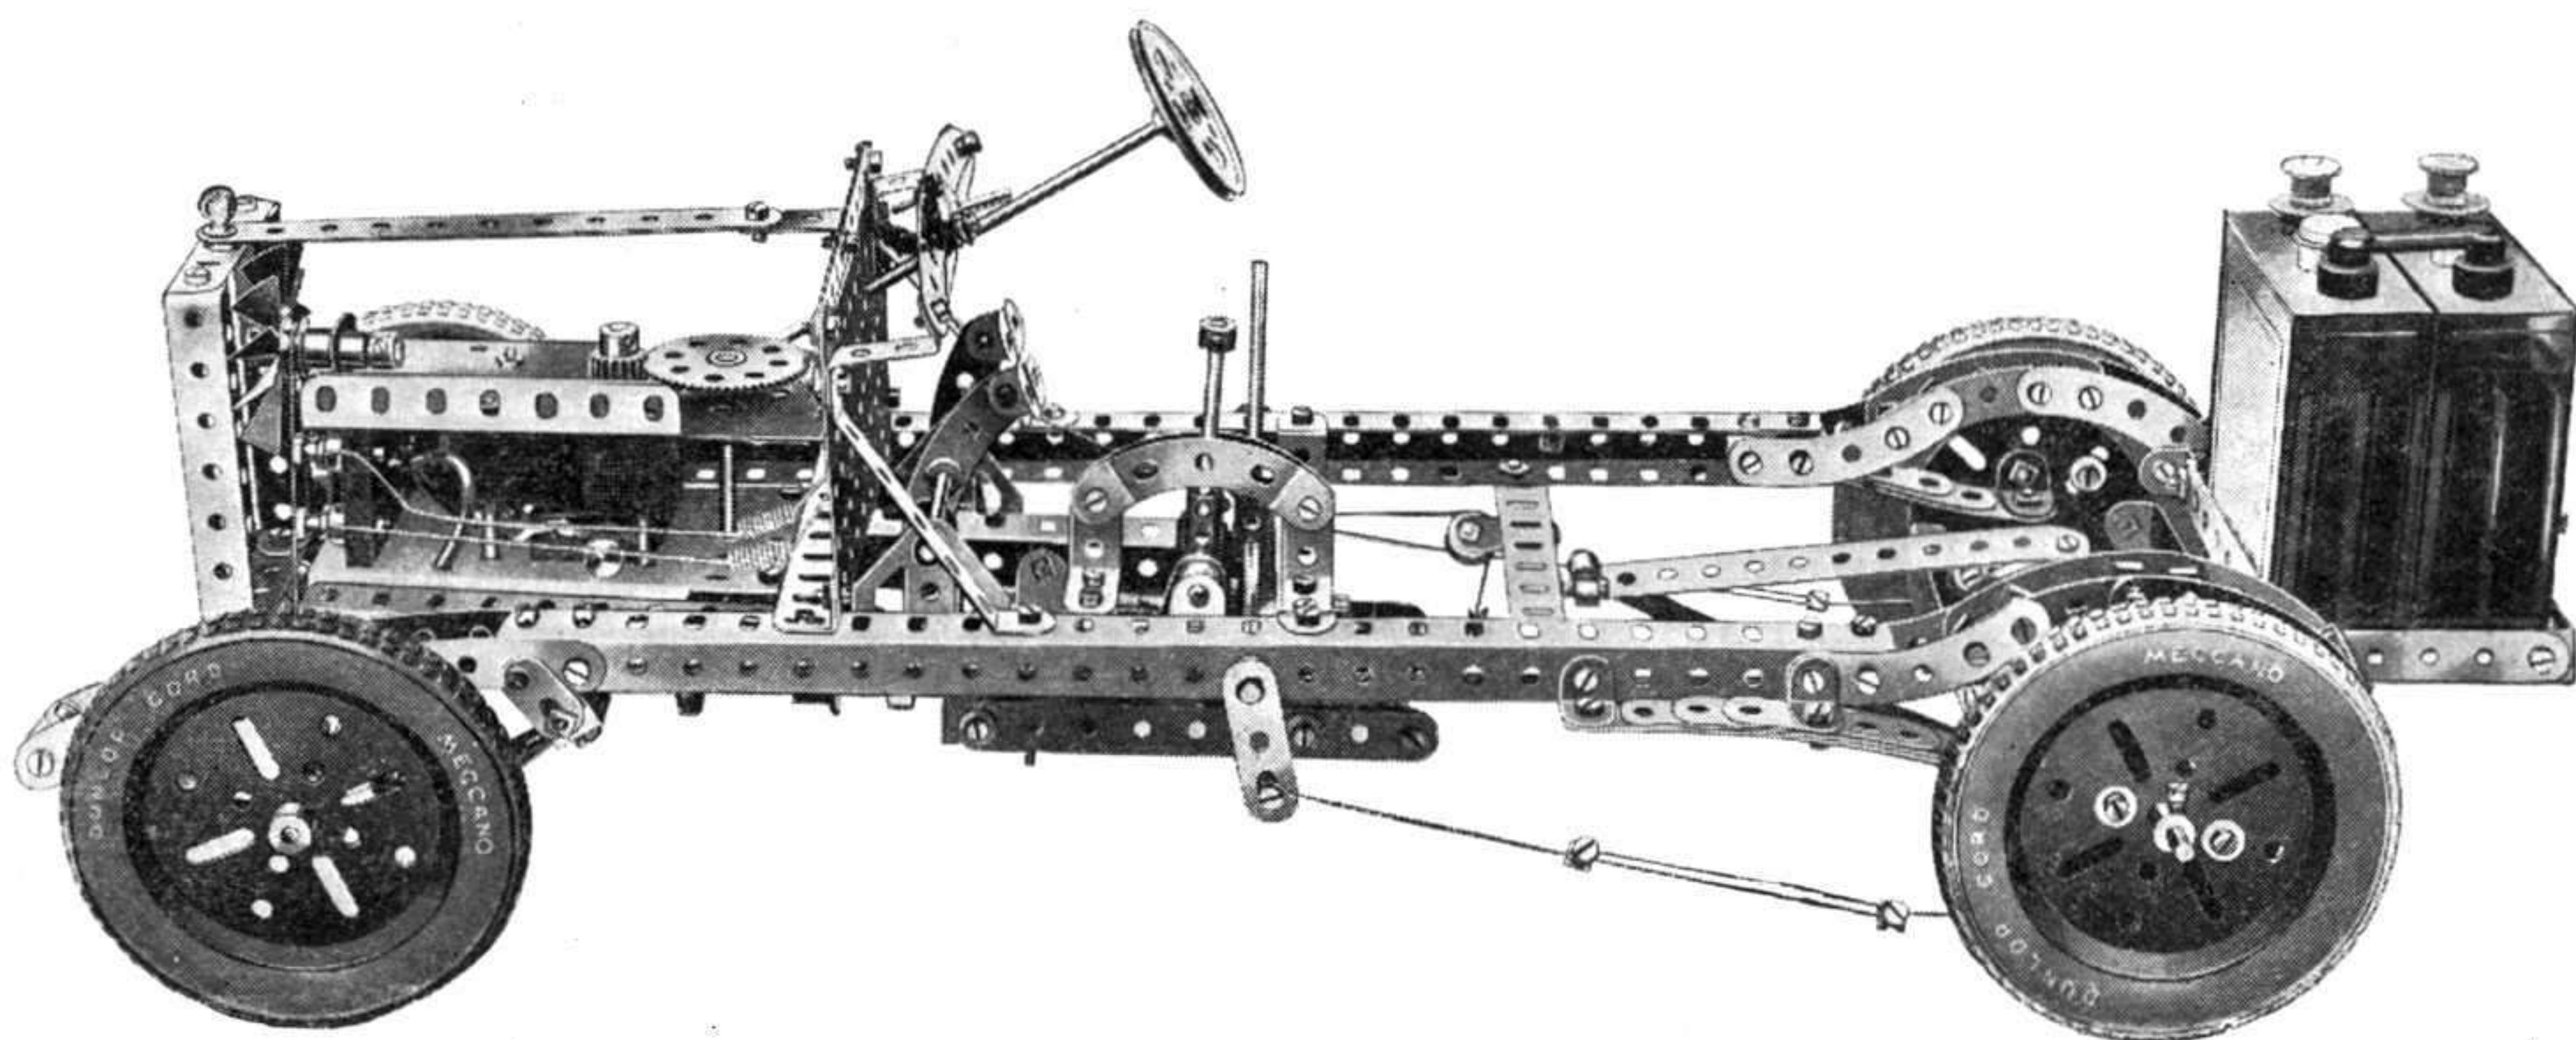
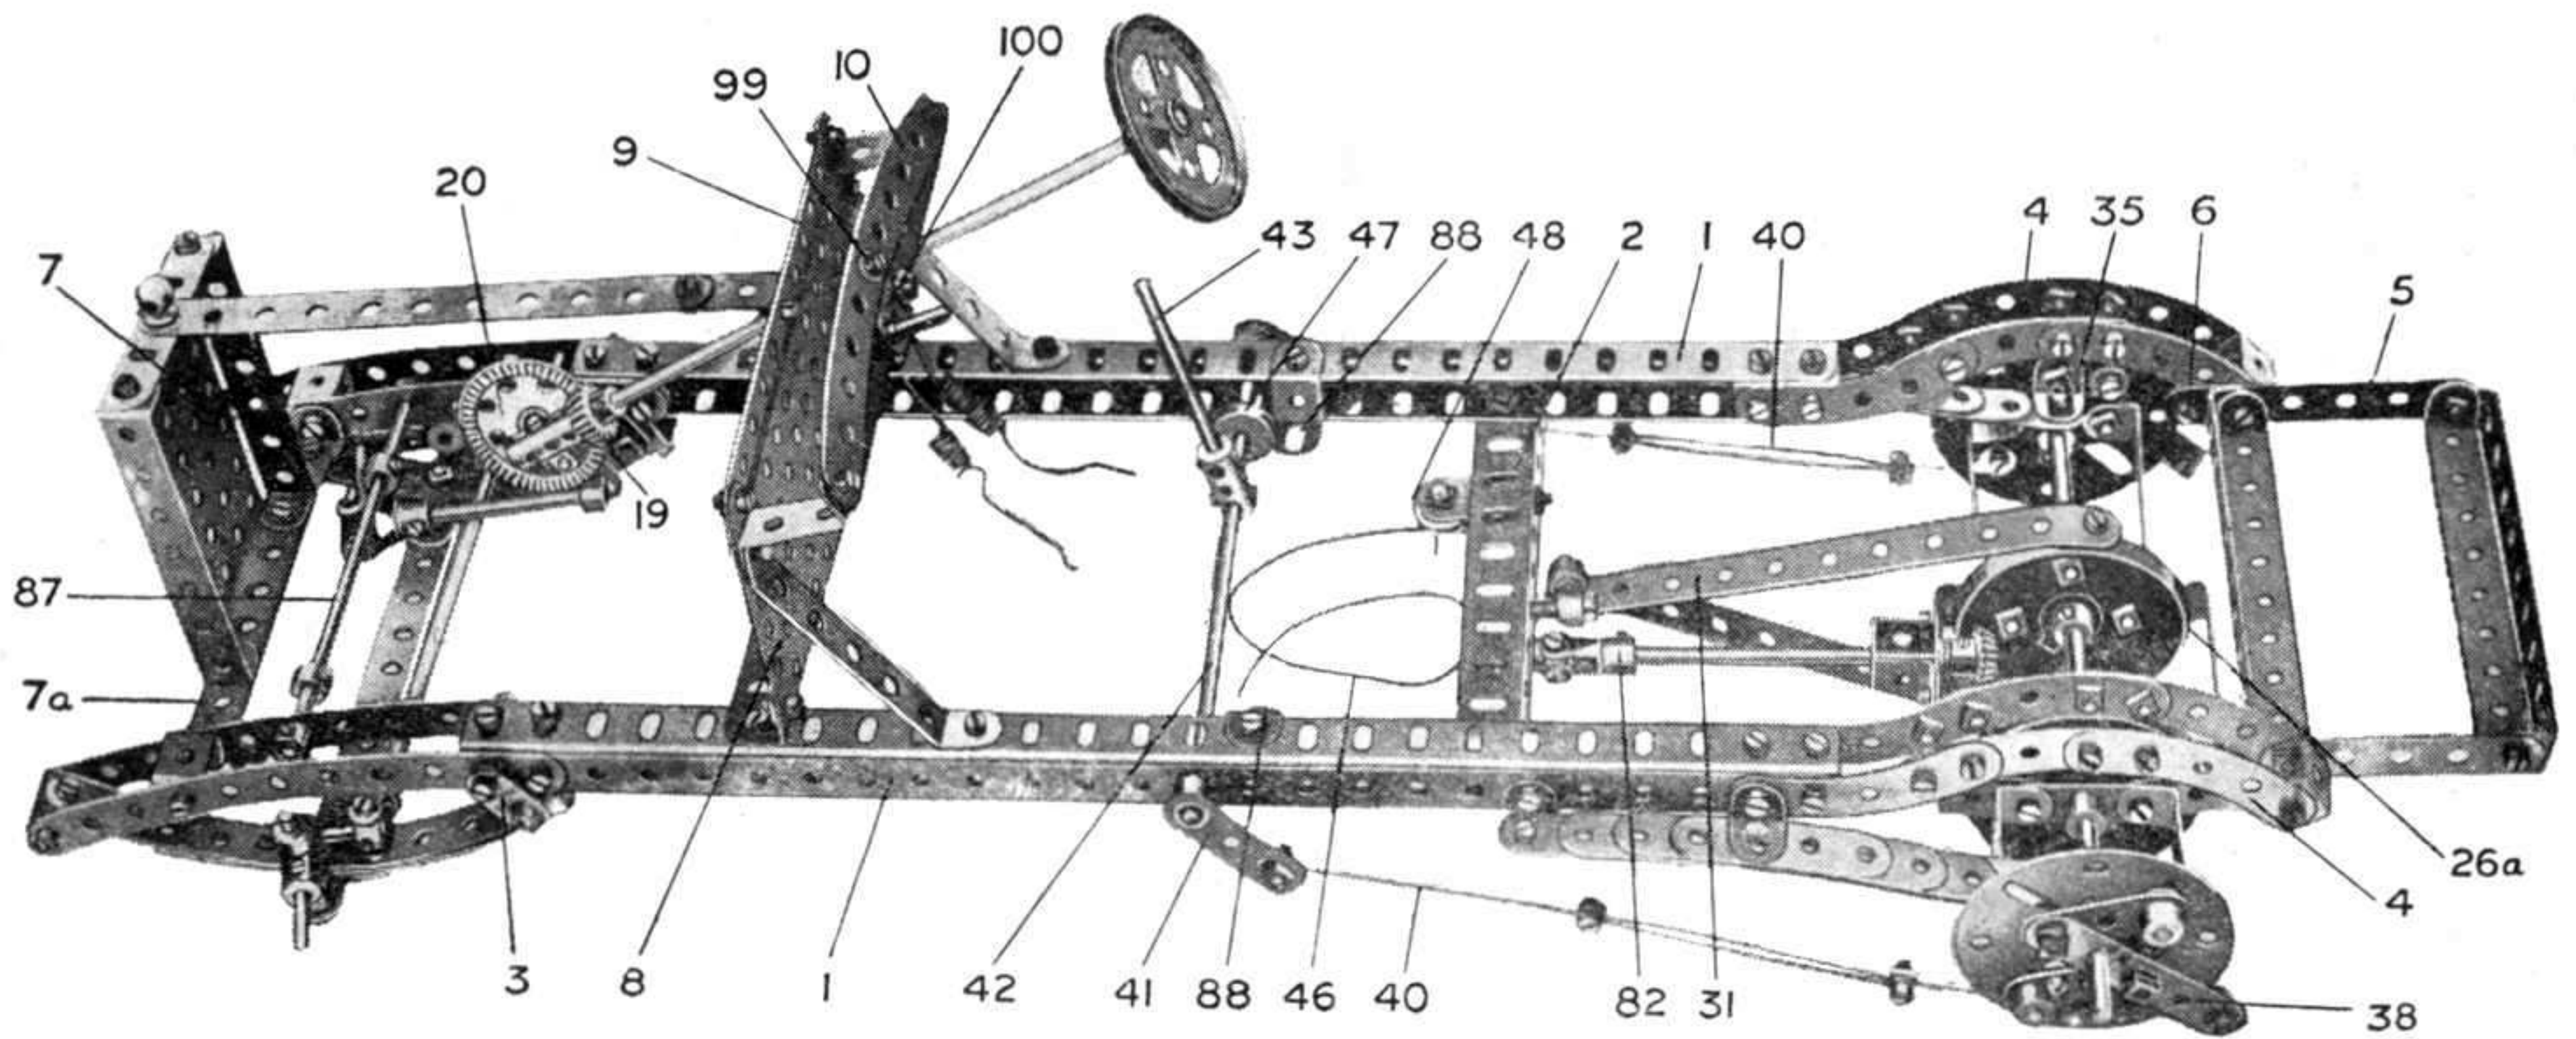

Fig. 4. — Vue générale du Châssis
Fig. 2. — Châssis sur lequel on voit la Suspension, le Système de Direction, les Freins et le Pont-Arrière, dont le Différentiel est enlevé.
La construction du modèle doit être commencée par le montage du châssis principal qui est montré d'une façon plus claire sur la fig. 2. Chaque longeron consiste en deux cornières de 25 trous (1) boulonnées ensemble en forme de fer en U pour obtenir une rigidité maximum. Les cornières sont maintenues par une entretoise 2 formée d'une cornière de 11 trous, et leurs extrémités avant sont prolongées par des bandes incurvées de 14 cm. pour supporter les extrémités des ressorts semi-elliptiques. Chaque cornière de 11 trous est fixée à la cornière supérieure de chaque pièce au moyen de 2 équerres. Deux des boulons qui fixent les bandes incurvées, servent également de pivot pour les supports plats 3 supportant les extrémités arrière des ressorts avant (voir fig. 4 et 6). Les boulons doivent être fixés à la pièce d'articulation par deux pivots composés d'un boulon et d'écrous (voir mécanisme Standard n° 262), de façon à ce que les supports plats soient libres de tourner sur leurs axes. Le châssis principal continue l'axe arrière grâce à une série de bandes incurvées de 6 cm. de grand rayon 4, boulonnées ensemble de la manière montrée sur l'illustration. Le porte-bagage 5 est composé de deux bandes de 6 trous rattachées par 4 bandes courbées de 9 trous 115 × 12 mill. Le support est boulonné pour maintenir l'accumulateur 8 ampères, qui, quand il n'est pas employé, peut être replié.
Chaque extrémité de la bande de 11 trous est fixée à un support double. Le support double arrière est articulé sur le châssis (Mécanisme Standard 262) par une paire de supports plats 3 qui forment les mains de ressorts qui articulent les extrémités des ressorts au châssis. Le support double avant est monté sur un boulon de 19 mill. passant au travers des côtés du châssis (fig. 4). Les ressorts arrière sont du type cantilever, et l'un d'eux est montré en détail à la fig. 9. Chaque ressort est établi de la même façon que ceux avant et est fixé rigidement au châssis par deux équerres (voir fig. 2).